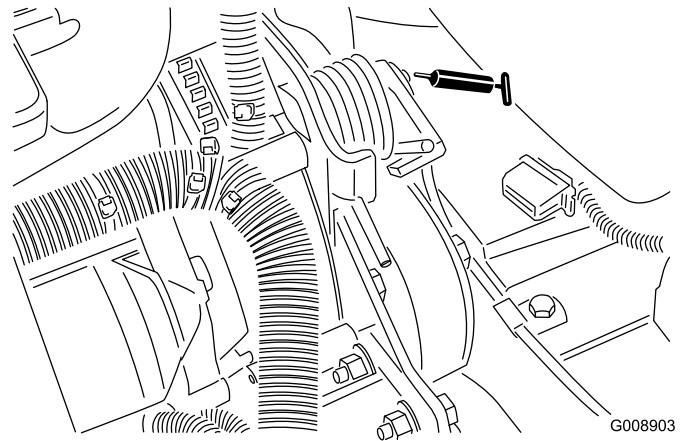

Figura 46
- Articulação da tensão da correia (Figura 46)